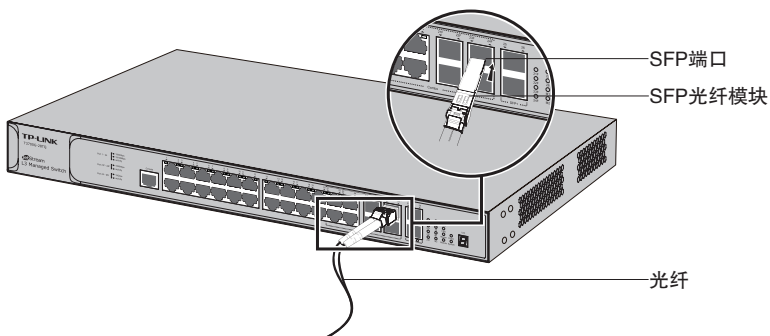

图4-2 SFP端口连接示意图
1. 从侧面抓住SFP光纤模块，将其沿交换机SFP端口插槽平滑插入，直至SFP光纤模块与交换机紧密接触为止，如图4-2所示。